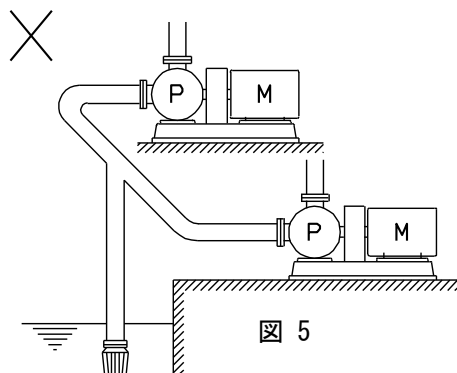

図 5
- (e) 吸込配管を図 5 のように分岐しないようにしてください。1 台運転のとき、停止中のポンプから空気を吸い込み、揚水不能となることがあります。